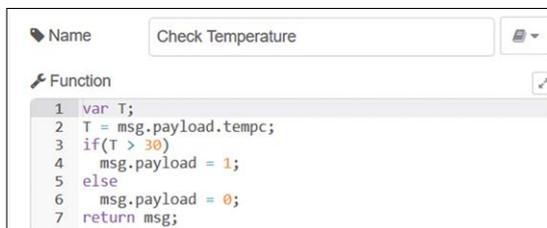

Figure 5.26 Configuration du nœud de fonction
- Créer un **fonction** noeud avec le nom **Vérifier la température**, et entrez les instructions suivantes dans ce nœud (voir la figure 5.26). Ici, si la température est supérieure à 30oC alors le buzzer est activé, sinon, le buzzer est déconnecté- tivé :